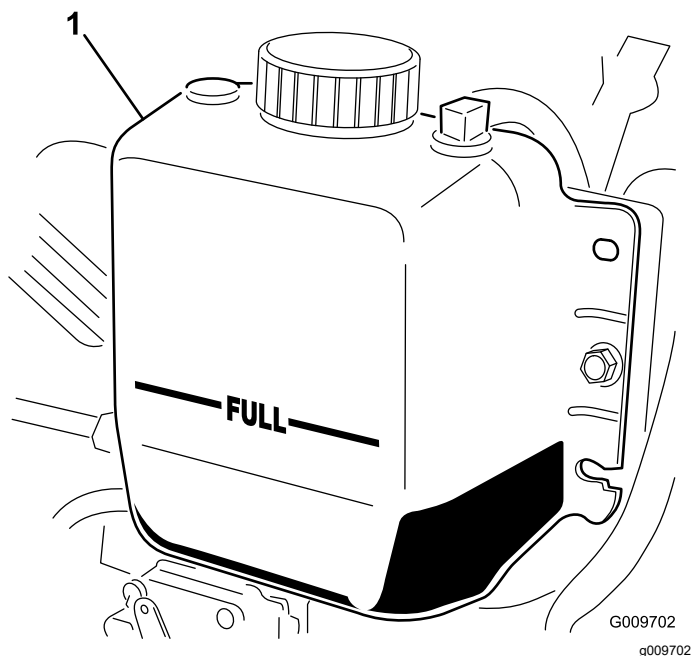

图 35
2. 检查散热器冷却液液位。散热器中的冷却液应添加至加油颈的顶部而膨胀水箱中的冷却液应添加至“已满”标记处 (图 35)。